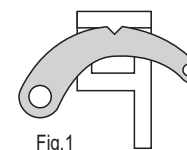

Fig.1
1. Respeite todas as precauções de segurança. Coloque a base do macaco por baixo da carga. Ponha o gancho de inversão (20) na posição levantada («UP») e verifique se este está bloqueado no devido lugar, o entalhe do gancho estando correctamente introduzido na fenda presente no botão de inversão (18) - ver figura: 1. Subir a ponta até esta vir em contacto com a carga ao nível do ponto de elevação desejado. Nesta fase, verifique se não existe nada que possa representar um obstáculo a uma elevação correcta.
2. Puxe firme e regularmente a pega para baixo e verifique a subida da carga. Quando a pega chega na posição baixa, a cavilha de elevação (15) fica instalada com um «clique» num orifício na barra de aço (3). Nesta fase, solte a pega para deixar a cavilha (15) pegar na carga. Volte a montar a pega em cima de corrida para ter um novo ponto de apoio e bombear mais uma vez.